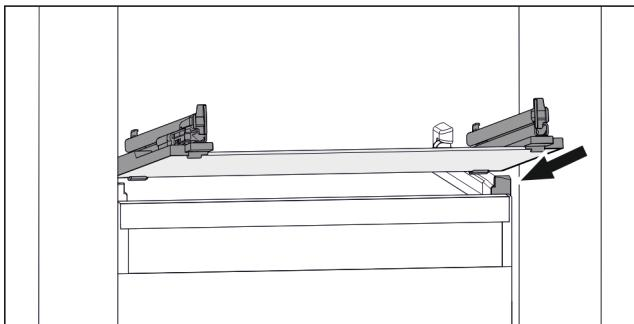

Fig. 112 Simbolična slika steklene plošče
- Stekleno ploščo postavite v pošechnem položaju za zaustavljalniki. (glejte Fig. 112)